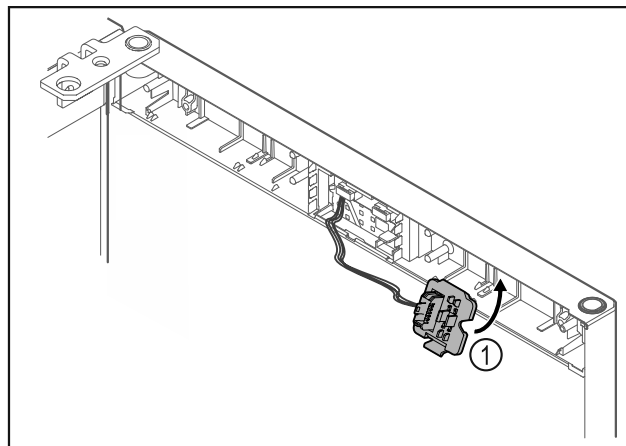

Fig. 21
- ▶ Фиксирайте държача на щекера Fig. 21 (1) от противоположната страна.